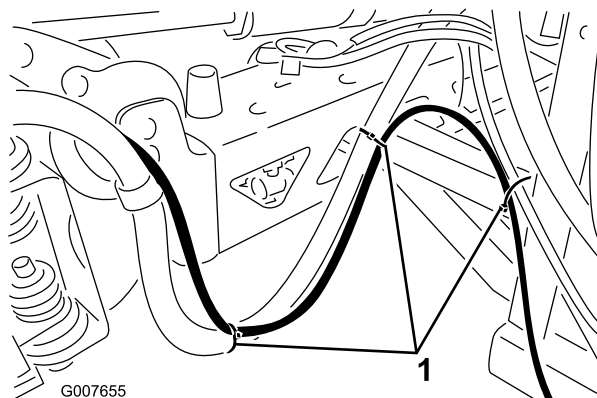

図 9
- C. 既存のブーム・ホースに沿って泡ホースを配置する。図 9 に示す位置で、プラスチック・タイでホースをブレースに固定する。